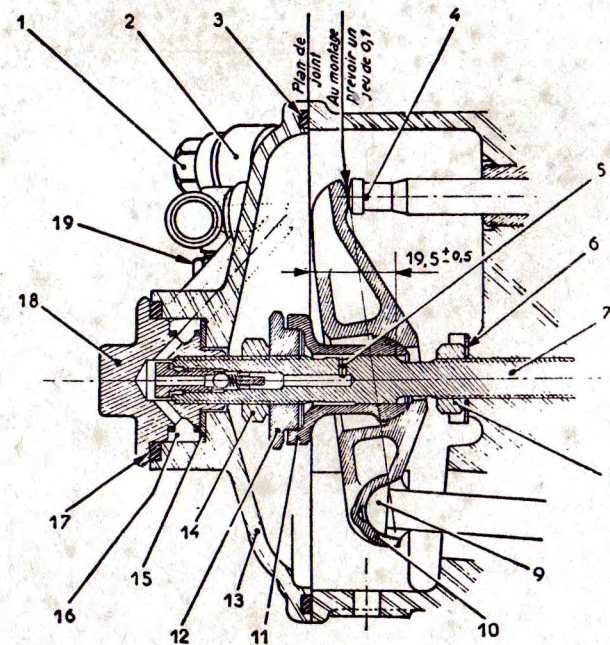

Fig. 6. — Détails de montage d'un culbuteur
- 3° Déposer les bouchons des couvercles (18), leurs joints caoutchouc (17), les filtres (16) et les rondelles freins (15) (fig. 6).
- 4° Déposer les couvercles de la culbuterie (13), puis les contre-écrous des pivots (14), les écrous des pivots (12), les pivots des culbuteurs (11) et les culbuteurs (10).
- 5° Défreiner les écrous de blocage des axes de pivots (8) et les débloquer.
- 6° Déposer les axes des pivots (7) en procédant de la façon suivante : RE-VERSSER SUR L'AXE DEUX CONTRE-ECROUS (14), LES BLOQUER ENTRE EUX ET, PAR L'ECROU INFERIEUR, DEVISSER L'AXE DU PIVOT.